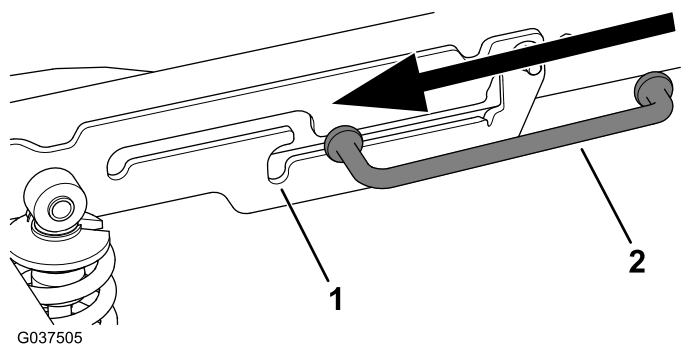

Figura 7
- Fate scorrere l'estremità corta dell'asta di supporto nella fessura di arresto (Figura 7).